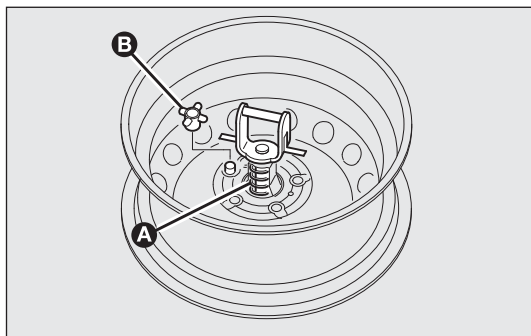

рис. 140
- закрепить кронштейн А-рис. 140 к диску после того, как он прошел через отверстие, завести резьбовой штифт в одно из отверстий для болтов и закрепить путем закручивания рукоятки В;
рис. 140с